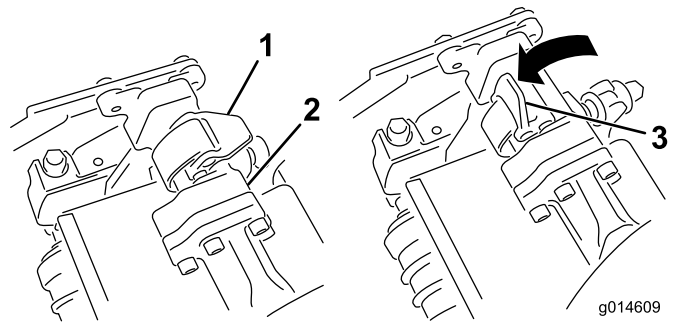
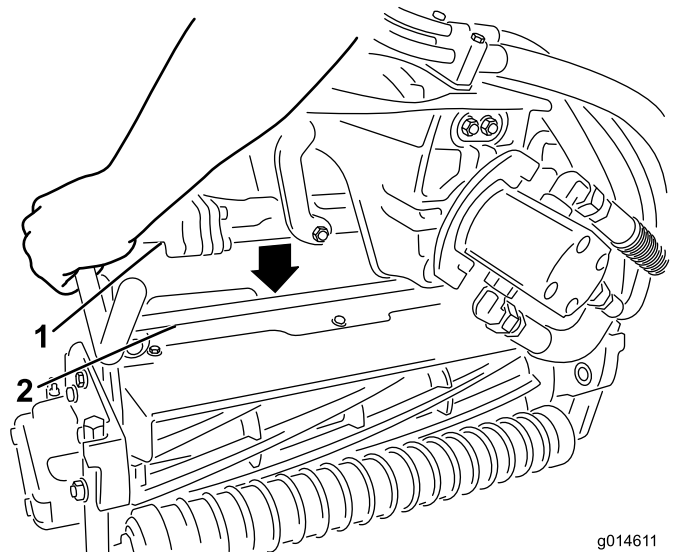

Bild 12
Bild 13
5. Die Riegel an der Aufhängearmstange müssen nach oben zeigen (d. h. offen) (Bild 12); drücken Sie den Aufhängearm dann so nach unten, dass die Stange über die Stange an der Oberseite des Mähwerks passt (Bild 13).
- Drücken Sie die Riegel nach unten und um die Mähwerkstange und arretieren sie (Bild 12).